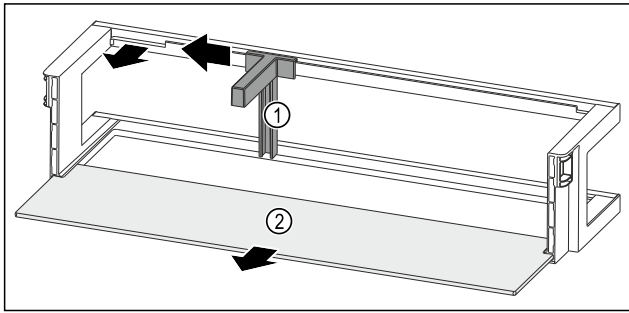

Fig. 89 Рафт на врата с преграда за бутилки и рафт
- ▶ Плъзнете преградата за бутилки Fig. 89 (1) настрани до прореза.
- ▶ Свалете преградата за бутилки Fig. 89 (1).
- ▶ Свалете рафта Fig. 89 (2).